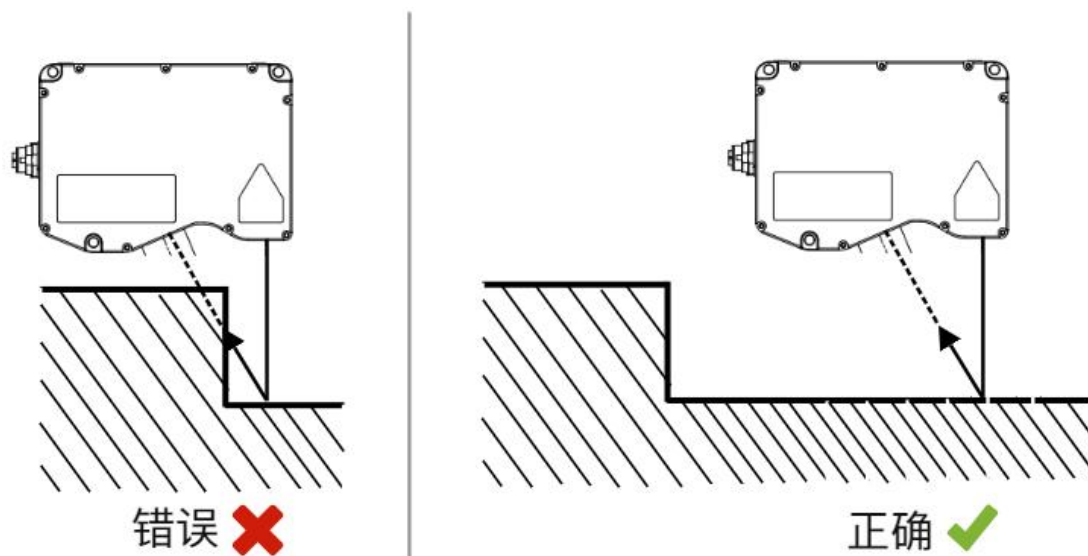

图 3.4 激光遮挡示意图
3. 安装时请注意不要遮挡物体反射的线激光，如图 3.4 所示。